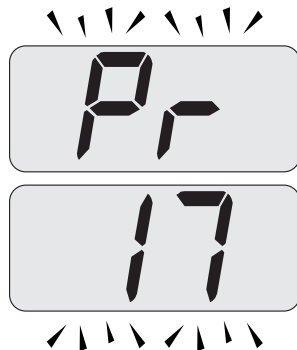

Figura 5.34
- Scorrere i vari parametri utilizzando i tasti 16 o 17 fino a far apparire sul display LCD le lettere **Pr** che si alternano con il codice **17**, indicanti l'entrata nel "parametro 17" (Figura 5.34).